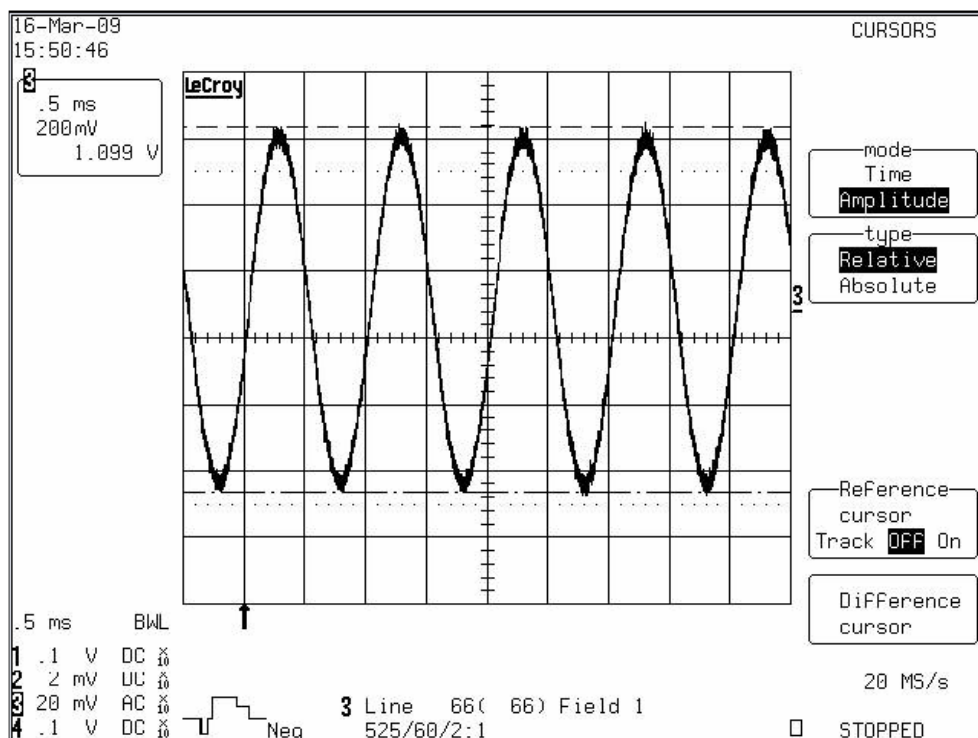

图26
8、频率为1KHz的伴音信号，功放U54的15、22脚（音量置于100）波形如图26所示：